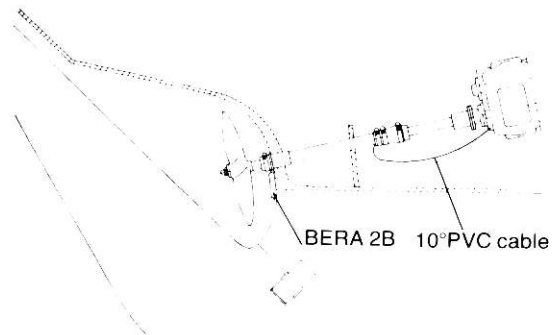

Fig. 19
- 3.11 Kontroller, at der er elektrisk kontakt ved den elektriske forbindelse på stævnrøret mellem gear og stævnrør (fig. 19).
For at undgå tæring på skruen som følge af galvaniske strømme bør der monteres tærezink udvendigt på skibsskroget. For at opnå en effektiv beskyttelse skal der forefindes elektrisk kontakt mellem tærezink (anode) og skrue (katode). Dette kan opnås ved at montere tærezink og elektriske forbindelser som vist principielt på fig. 19.